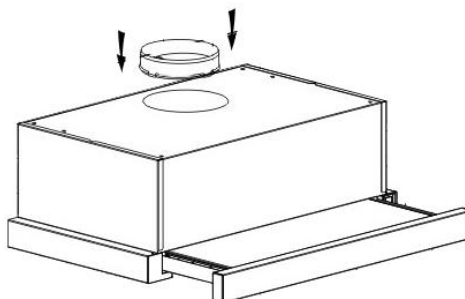

Abb.7
2. Um eine einwegventile in den lüftungsschacht des abzugsragers zu stecken; Die ventile in eine einwegventile einbauen und nach draußen führen. Siehe bild 7.